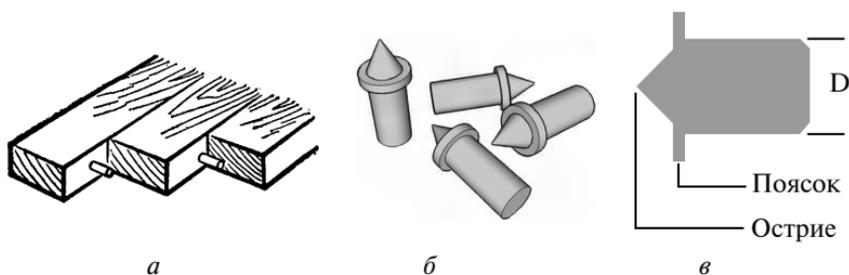

Рис. 22. Соединение на шкант:
*Шкант* — это круглый шип, вставленный в отверстия двух соединяемых деталей (рис. 22, а). Под шканты сверлят отверстия сверлами того же диаметра, что и диаметр шканта, на глубину 0,5 длины шканта плюс 2–3 мм. Самой ответственной операцией является сверление отверстий под шканты в двух деталях — точно одно против другого, т. е. соосно. *Соосность* — это расположение центров отверстий в деталях точно одно против другого. Намазанные клеем шканты вставляют в отверстия и крепко соединяют детали.
Теперь место для отверстия нужно обозначить на поверхности второй детали, используя шкантовый *маркер* (рис. 22, б). В каждое отверстие вставляют по маркеру, обе детали соединяют, проверяют совмещение и сжимают. Маркеры оставляют отметки на поверхности противоположной детали, и эти отметки гораздо точнее тех, что можно получить при помощи измерительных инструментов. Маркеры особенно нравятся мебельщикам. Эти специальные *метчики* они называют по-своему — *наколками*. Наколка — сделанный чаще всего кустарным способом бочонок переменного диаметра (рис. 22, в). Бочонок (на схеме буква D) имеет диаметр применяемого шканта минус 0,5–1 мм. То есть для шкантов на 8 мм диаметр бочонка будет 7–7,5 мм. На бочонке есть поясок — для того, чтобы накладка не провалилась в отверстие и чтобы, подцепив за поясок, ее можно было достать из детали.